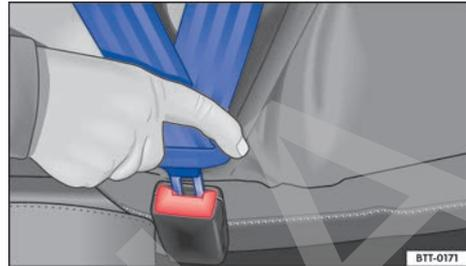

Fig. 28 Introducir la pestaña de encastre del cinturón de seguridad en el cierre del cinturón.
- Inserte la lengüeta del cinturón con fuerza en el cierre del cinturón de seguridad correspondiente al asiento → fig. 28.